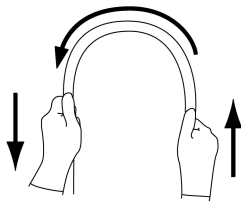

図 2
- 5.挿入部を両手で持ち、全長にわたって図 2 に示すように順次半円の頂点をずらすように曲げたときに、適切な軟らかさを有しており、軟らかさが不連続になっているなどの異常がないこと。